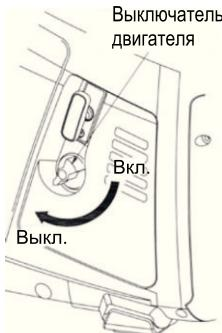

Рис. 19
Для того чтобы остановить двигатель в аварийной ситуации, поверните выключатель двигателя в положение «Выкл.» (рис.19).
2. Поверните выключатель двигателя в позицию «Выкл.» (рис.19). Топливный клапан автоматически закроется.